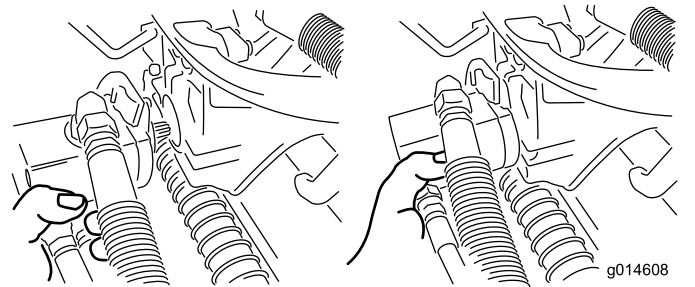

Figura 36
- Spostatate il motore in posizione di stoccaggio davanti al braccio di sospensione (Figura 36).